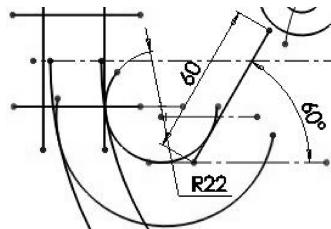

图 2-150 绘制角度直线
- 18 使用【直线】工具再绘制直线，使该直线与上步骤绘制的直线构造线呈 60 度。添加几何关系，使其相切于半径为 22mm 的圆弧，如图 2-150 所示。